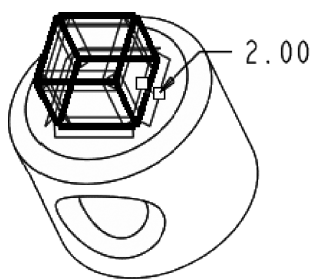
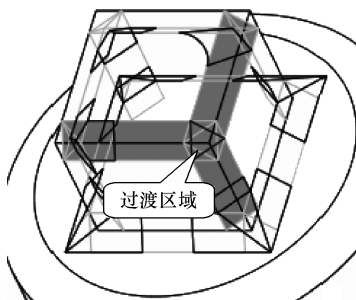

图 7-110 选择边线图
图 7-111 过渡区域
(9) 单击【工程特征】工具栏中的【边倒角】按钮，在消息区弹出【边倒角】操控板。
(10) 在对话框的【倒角形式】下拉列表框中选项【45×D】选项，按住〈Ctrl〉键依次选择模型上长方体的 12 条边线，如图 7-110 所示。
(11) 在图形区双击倒角尺寸数字，在出现的组合框中输入数值“2”，按〈Enter〉键确认。
(12) 单击对话框中的【切换至过渡模式】按钮，使其处于按下状态，在模型上选择如图 7-111 所示的过渡区域，在【过渡形式】下拉列表框中选择【拐角平面】选项。